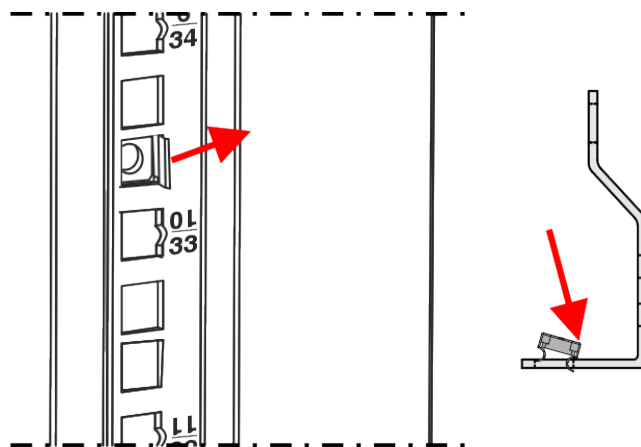

Fig. 44
- 02) Inserire un lato del **dado a gabbia (M)** nella **staffa verticale (G)**, come illustrato nella Fig. 44.